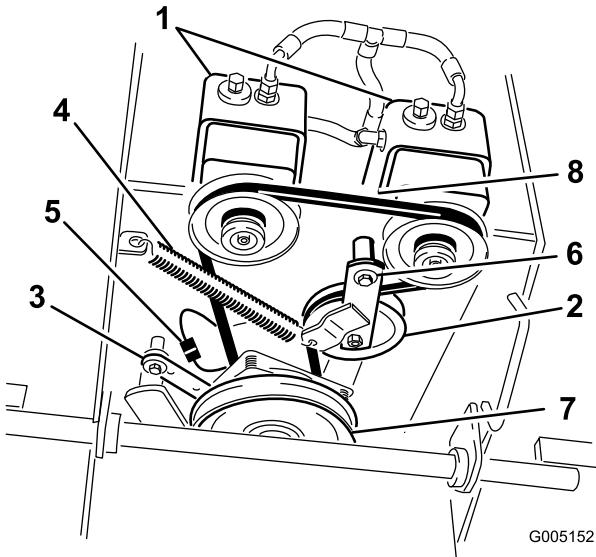

Figure 67
- Détachez le dispositif de retenue de l'embrayage du plancher moteur (Figure 67).
- Décrochez le ressort de tension du bâti (Figure 67).
- Placez le ressort de tension entre le bras de la poulie de tension et la patte du bâti (Figure 67).
- Reposez le dispositif de retenue de l'embrayage sur le plancher moteur (Figure 67).